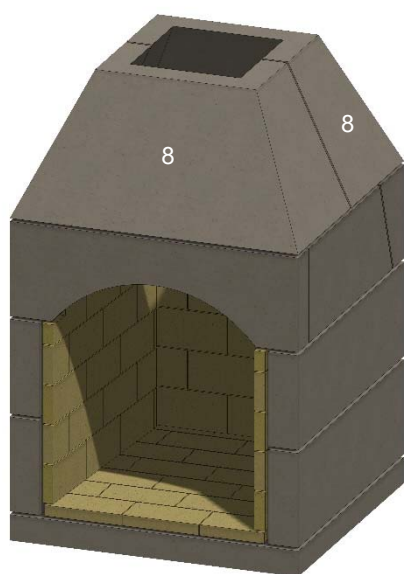

Figura 19. Piezas de la garganta
L. Instale las piezas cónicas de la garganta delantera y trasera. Véase la figura 19.